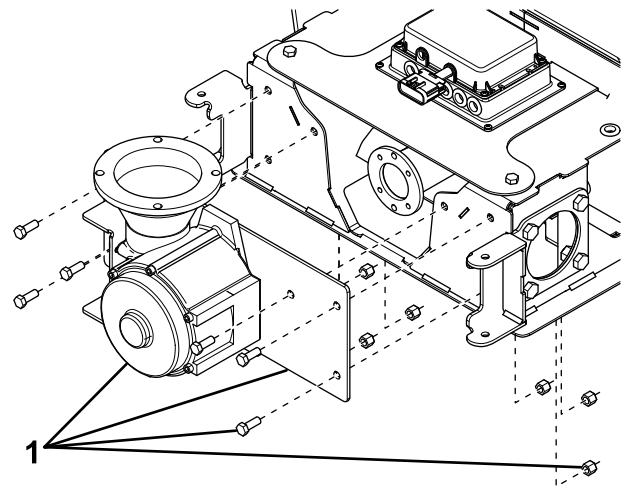

Figura 4
8. Retire y deseche los 6 pernos y contratuercas que sujetan la placa de montaje de la caja de engranajes al conjunto del sinfín (Figura 4). Deseche la placa de montaje, la caja de engranajes y el acoplamiento.